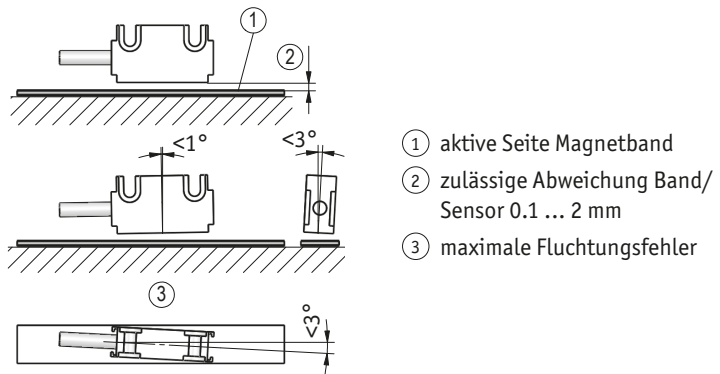

Abb. 6: Montage Sensor/Magnetband, Abstandsmaße, Toleranzen
► Auf richtige Ausrichtung des Magnetsensors achten, damit die optimale Abtastung gewährleistet ist (siehe **Abb. 6**).